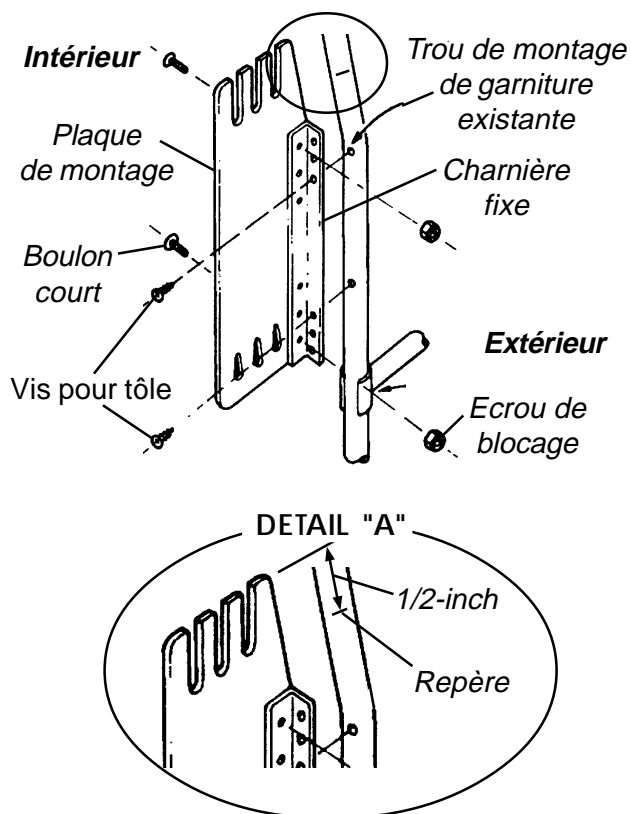

FIGURE 4 – INSTALLATION SUR FAUTEUILS ROULANTS POSSEDANT DES CHARNIERES FIXES
### Installation sur fauteuils roulants possédant des charnières fixes (FIGURE 4)
3. S'assurer que le haut de la plaque de montage une fois installée sur les charnières fixes est plus haute de 1.2 cm que le repère déterminée à l'étape 8 Position de montage pour l'installation du dossier du Personal Back sur cette feuille d'instruction (Détail "A", FIGURE 4).